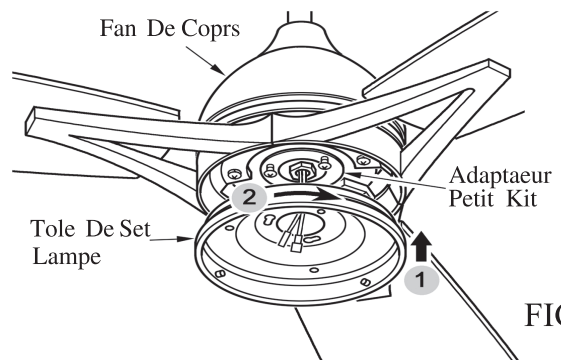

FIG.13
- Tirez doucement le fil à travers la plaque du kit d'éclairage. Placez la fente au-dessus des vis desserrées. Tournez la plaque du kit d'éclairage dans le sens horaire et serrez les vis retirées et desserrées précédemment.(Voir fig 13&14)